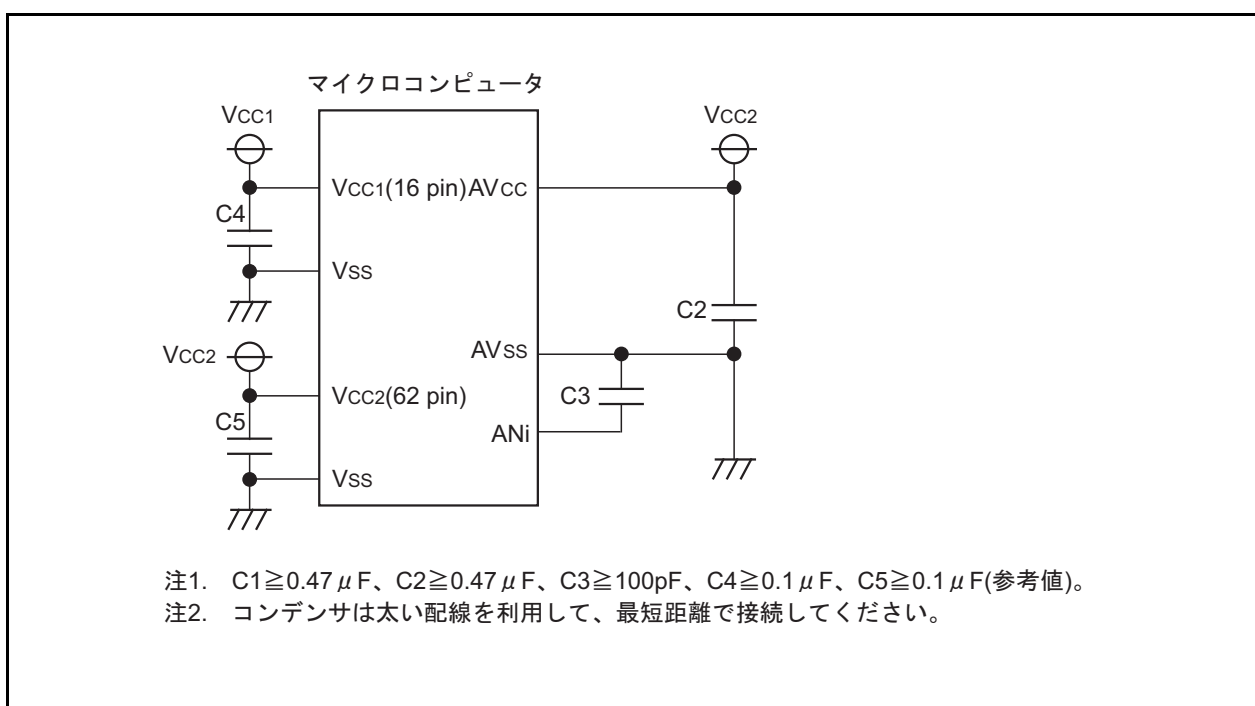

図12.11 各端子のノイズ対策処理例
- (1) アナログ入力端子として使用する端子に対応するポート方向ビットは“0”（入力モード）にしてください。また、ADCON0レジスタのTRGビットが“1”（外部トリガ）の場合は、ADTRG端子に対応するポート方向ビットは“0”（入力モード）にしてください。
- (2) ノイズによる誤動作やラッチアップの防止、また変換誤差を低減するため、AVcc 端子、アナログ入力端子 (AN_i(*i*=0~7)) と AVss 端子の間には、それぞれコンデンサを挿入してください。同様に Vcc 端子と Vss 端子の間にもコンデンサを挿入してください。図12.11に各端子の処理例を示します。
- (3) A/D変換が完了し、その結果を AD_iレジスタ (*i*=0~7)に格納するタイミングでCPUが AD_iレジスタを読んだ場合、誤った値が AD_iレジスタに格納されます。この現象は、CPUクロックにメインクロックを分周したクロック、またはサブクロックを選択した場合に発生します。